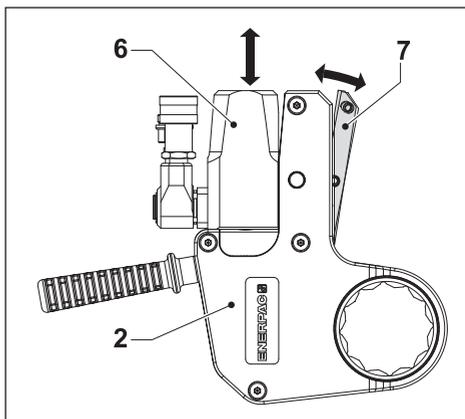

Fig. 4
3.3.1 Dépose de la cassette (fig. 4 et 5)
3.3.2 Repose de la cassette (fig. 4 et 5)
- Tirer le levier de libération (7) vers l'extérieur.
- S'assurer que la tringle de rétraction (11) s'aligne sur la fente (13) du levier à cliquet. Faire tourner la tige de piston au besoin.
- Faire glisser l'unité de commande sur la cassette et pousser la partie saillante (12) dans l'ouverture de la plaque de centrage (14) de l'unité de commande.
- Pousser le levier de libération (7) dans la cassette (2). S'assurer que la détente à bille s'enclenche. Vérifier que le levier de libération de la cassette est complètement fermé.